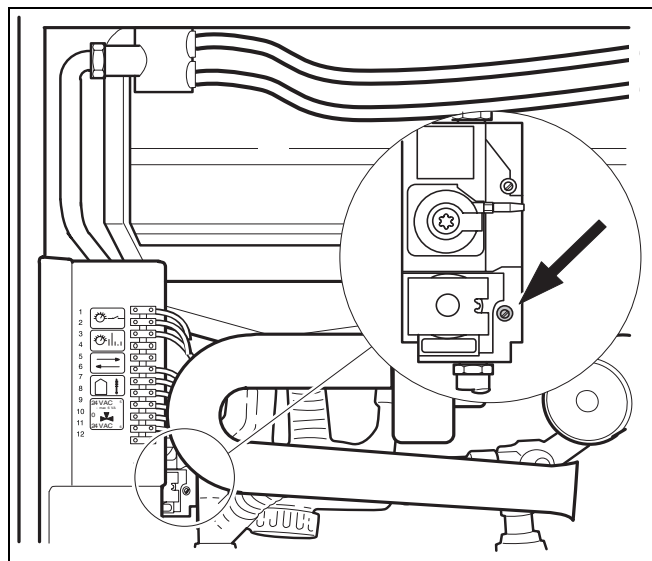
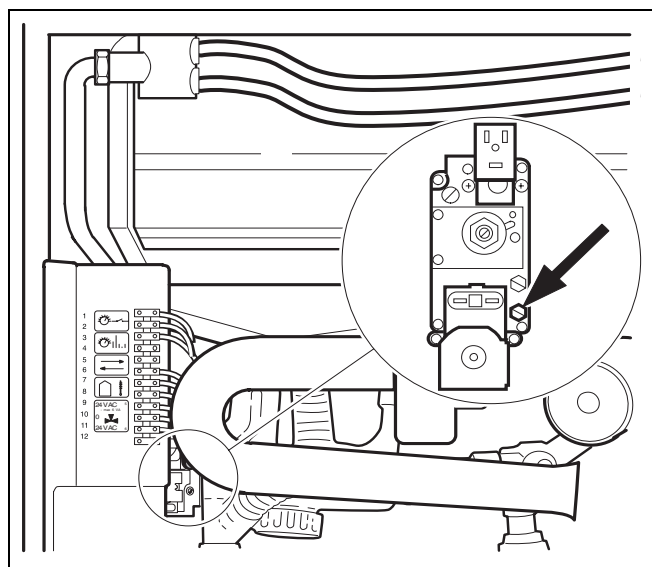

Fig. 20 Disaerare la tubazione di alimentazione del gas (apparecchiatura Honeywell)
Fig. 21 Disaerare la tubazione di alimentazione del gas (apparecchiatura SIT)
- Svitare la vite di chiusura del nippel di prova della pressione di collegamento gas e della disaerazione di due giri in caso di apparecchiatura Honeywell (fig. 20); estrarla completamente in caso di apparecchiatura SIT (fig. 21) e fissare il tubo flessibile.